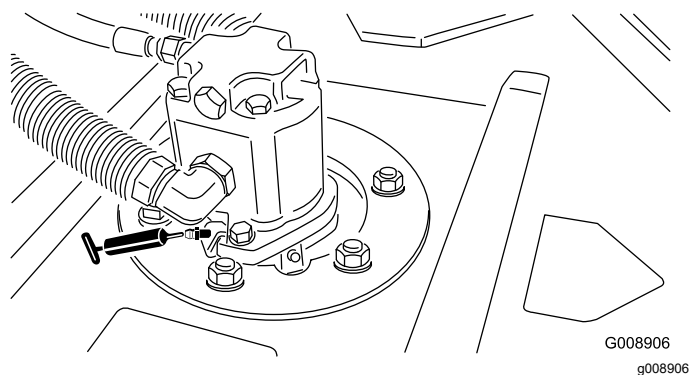

図 41
- カuttingユニットのスピンドルシャフトのベアリングユニットあたり2ヶ所 図 41